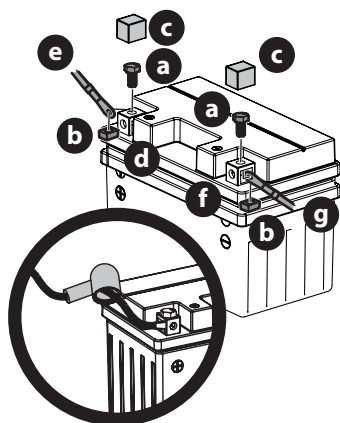

Figure 11
1. Retirez les boulons hexagonaux (a) et les écrous carrés (b) situés à l'extrémité du faisceau de fils électrique ou dans le sac avec ce manuel. Gardez la quincaillerie pour utilisation ultérieure (Figure 11).
2. Enlevez le couvercle en plastique (c), si équipé, de la borne positive (d) de la batterie et attachez le câble rouge (e) à la borne positive (b) de la batterie avec le boulon (a) et l'écrou carré (b) retirés à l'étape 1. Utiliser un tournevis Philips (Figure 11).
3. Placez la gaine en caoutchouc rouge au-dessus de la borne positive de la batterie pour aider à la protéger contre la corrosion. (Figure 11 encadré).
4. Enlevez le couvercle en plastique (c), si équipé, de la borne négative de la batterie (f) et attachez le câble noir (g) à la borne négative (f) de la batterie (f) avec le boulon (a) et l'écrou carré (b) (Figure 11).